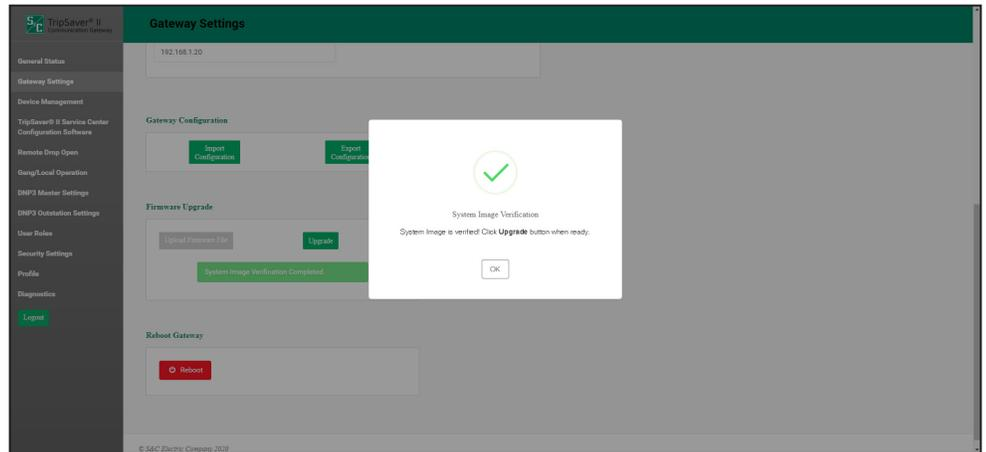

Figura 31. Caixa de diálogo informando que o processo de verificação de firmware está concluído.
PASSO 6. Após a verificação do arquivo é exibida uma notificação. Clique no botão **OK** para ocultar a janela. O botão **Upgrade** (Atualizar) se torna ativo. Ver Figura 31.